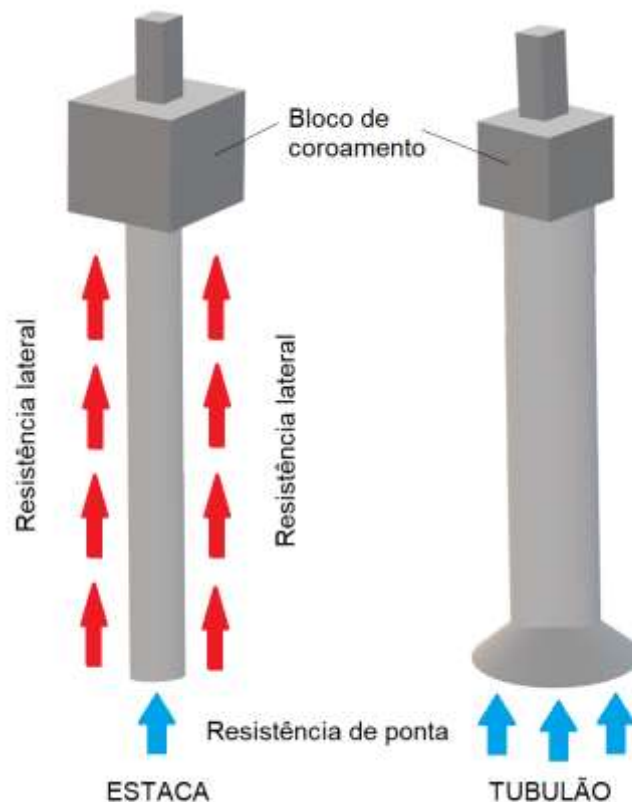

Figura 7: Esquema de fundações profundas: tubulão e estaca.
- As **estacas** são elementos de fundação profunda **executados** por **equipamentos** ou, em alguns casos, por ferramentas (Figura 7), mas sem que em qualquer fase de execução ocorra trabalho manual em profundidade. Nas estacas normalmente a **resistência de fuste** é a principal responsável pela **capacidade de carga** da fundação. Em contrapartida, a **resistência de ponta** atua como um **adicional** de segurança. Todavia, essa afirmação não é uma regra geral, pois em alguns tipos de estacas a resistência de ponta pode ser a principal responsável por resistir aos esforços a que a fundação está submetida. As estacas são **executadas** por **equipamentos** ou, em alguns casos, por ferramentas (Figura 7), mas sem que em qualquer fase de execução ocorra trabalho manual em profundidade. As estacas podem ser fabricadas com diversos tipos de materiais tais como: madeira, aço, concreto pré-moldado, concreto moldado *in situ*, ou ainda da combinação destes materiais (estacas mistas);
- Os **tubulões** são elementos de fundação escavados manualmente ou com maquinário e que ao menos na etapa final há necessariamente a **descida de um operário** ao fundo da escavação para realizar o alargamento da base e/ou a limpeza do fundo. No tubulão as cargas são suportadas predominantemente pela ponta (base) da fundação (**resistência de ponta**). Esse fato torna o tubulão um tipo de fundação cuja execução envolve atividades de elevado **risco** para a saúde e segurança do **trabalhador** (Figura 7). Por essas especificidades, **geralmente o tubulão é mais caro que** o uso de **estacas**, sendo então escolhido quando as outras alternativas não são viáveis.